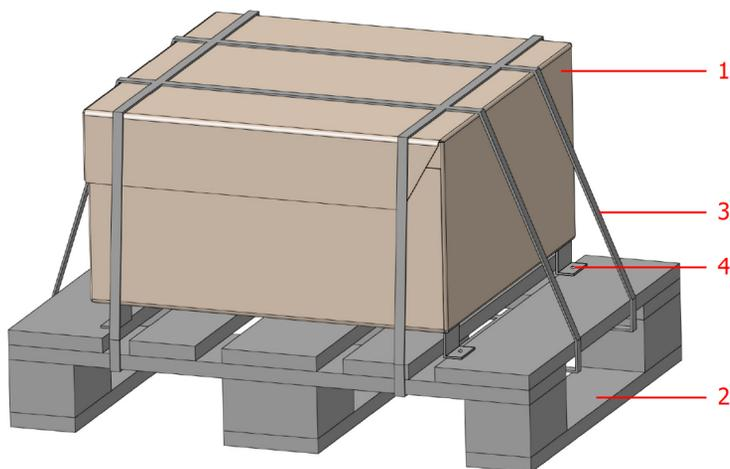

Рисунок 3.1 – Упаковка ШУ КОНТУР
Шкаф управления упакован в транспортировочную тару, представляющую собой коробку из гофрированного картона (см. рисунок 3.1 – 1), установленную на деревянную паллету (поддон) (см. рисунок 3.1 – 2) и закрепленную на ней.
- разрезать упаковочные ленты (см. рисунок 3.1 –3) и снять защитную пленку;
- открутить винты (болты), закрепляющие Шкаф управления на паллете (см. рисунок 3.1 –4);